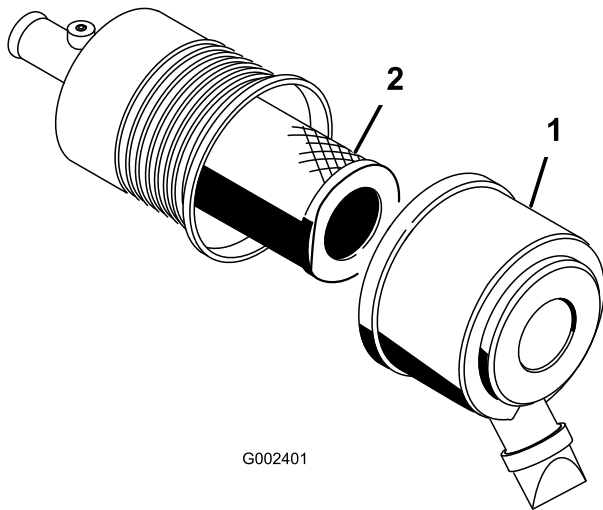

Figura 42
1. Abra los cierres del limpiador de aire y tire de la tapa del limpiador de aire para separarla de la carcasa del limpiador de aire (Figura 42).
4. Extraiga con cuidado el filtro primario del cuerpo del limpiador de aire (Figura 42). Evite golpear el filtro contra el lado de la carcasa.
7. Si va a cambiar el filtro de seguridad, deslice cuidadosamente el filtro nuevo en el cuerpo del filtro (Figura 42).
8. Deslice cuidadosamente el filtro primario por encima del filtro de seguridad (Figura 42). Asegúrese de que está bien asentado empujando sobre el borde exterior del filtro mientras lo instala.
9. Instale la tapa del limpiador de aire con el lado que lleva la palabra UP hacia arriba, y fije los cierres (Figura 42).